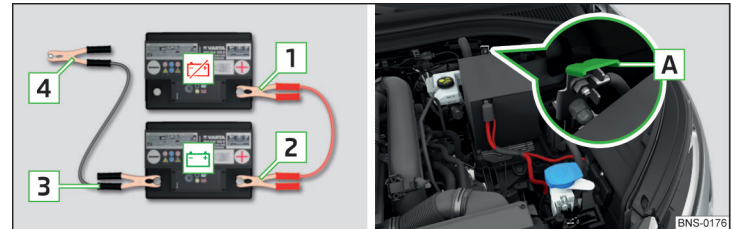

Abb. 344 Starthilfe: ☹ - entladene Batterie, ☺ - stromgebende Batterie / Massepunkt des Motors beim START-STOPP-System
- Bei Fahrzeugen **mit** dem START-STOPP-System die Klemme **4** am Massepunkt des Motors **A** befestigen » Abb. 344.